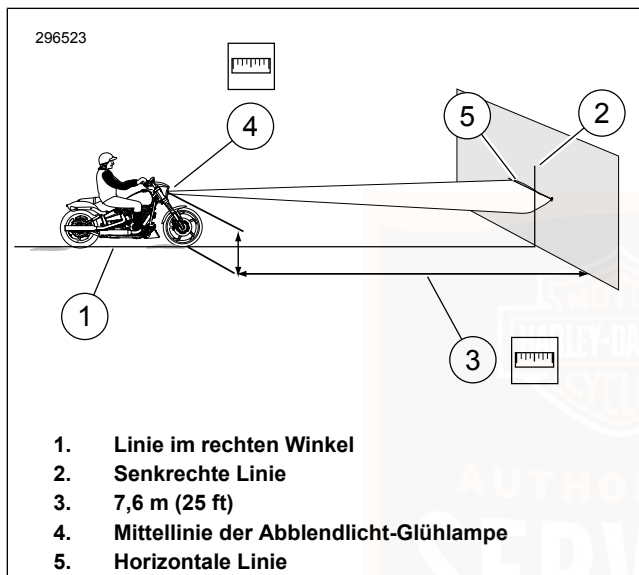

Abbildung 78. LED-Scheinwerferausrichtung
1. Siehe Abbildung 78. Das Motorrad auf einer Linie (1) im rechten Winkel zur Wand parken.